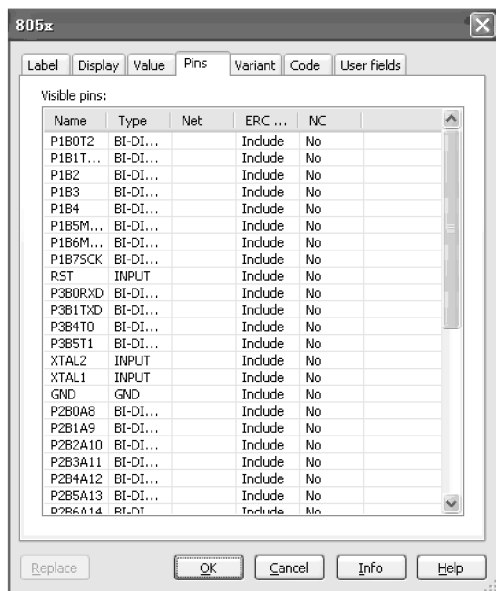

图 6-81 Pins 标签页
(4) Pins 标签页如图 6-81 所示, 表中列出了单片机各个引脚的名称类型。